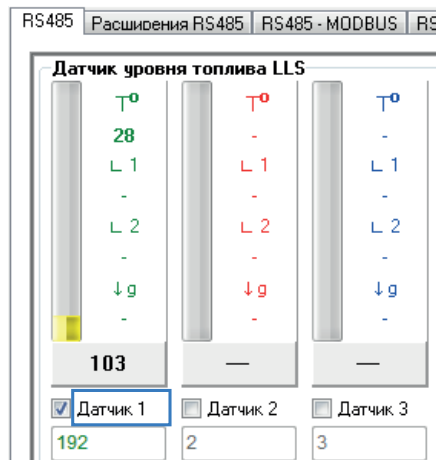

Рис.25. Порядковый номер датчика.
- **LLSx** – параметр типа int, возвращающий угол наклона при подключении датчиков угла наклона к контроллеру АвтоГРАФ по протоколу LLS. Показания угла передаются в градусах. x – это индекс датчика, т.е. порядковый номер подключенного датчика в настройках контроллера (**Рис.25**). В рассматриваемом примере порядковый номер датчика 1.
- **TLLSx** – параметр типа int, возвращающий температуру с датчиков, подключенных к контроллеру АвтоГРАФ по протоколу LLS. Показания температуры передаются в °С. x – это индекс датчика, т.е. порядковый номер подключенного датчика в настройках контроллера (**Рис.25**). В рассматриваемом примере порядковый номер датчика 1.